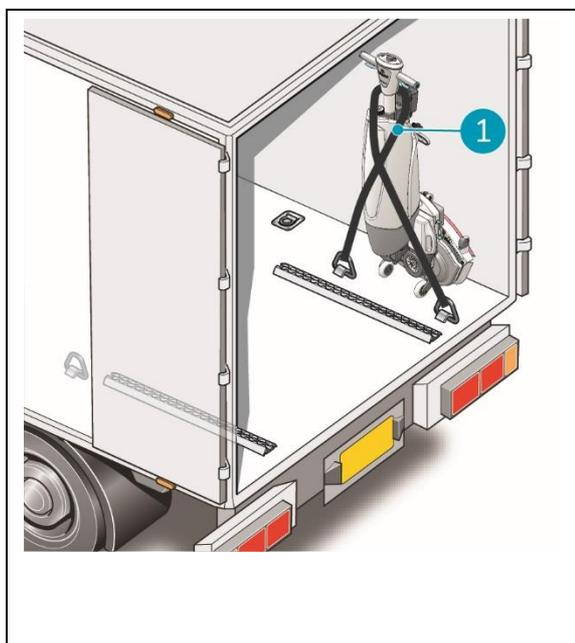

Figura 8
5. Fixe a i-mop utilizando um cinto de tensão ou outro dispositivo de retenção adequado (Figura 8, pos 1).